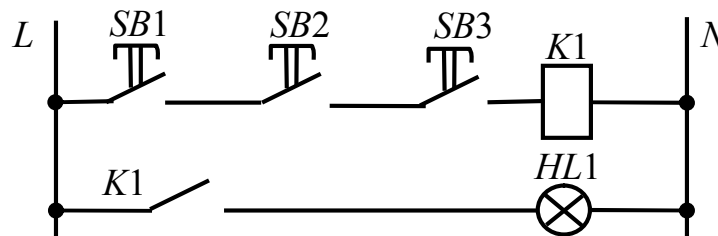

Рисунок 2.1, б
3. Схема, которая реализует операцию "НЕ" ("отрицание", "инверсия") (рис. 2.1, в).